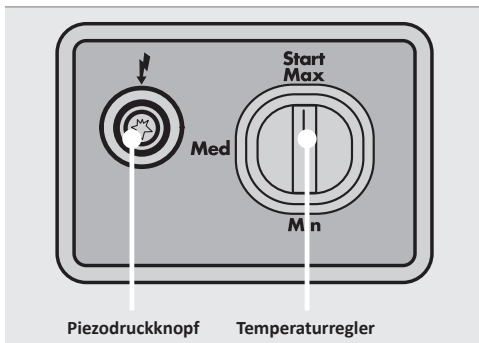

Abb. 5: Bedienfeld
2. Vergewissern Sie sich, dass der **Drehknopf** am Bedienfeld auf der Position **START/MAX** steht. Sollte dies nicht der Fall sein, drücken Sie den **Drehknopf** leicht nach unten und drehen Sie ihn auf die Position **START/MAX** (siehe Abb. 5)
4. Betätigen Sie dann bei **gleichzeitig gedrücktem Drehknopf** den **Piezodruckknopf mehrmals hintereinander**, um die Wächterflamme zu entzünden (siehe Abb. 5). Ist die Wächterflamme sichtbar, gehen Sie wie folgt vor: